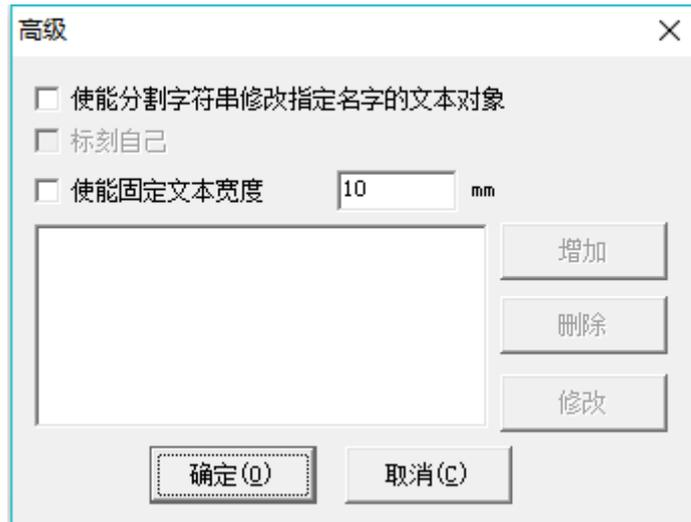

图 4-27
**高级:** 选择高级功能后, 出现以下对话框, 图 4-27。此功能主要对获取的文本分割标刻。